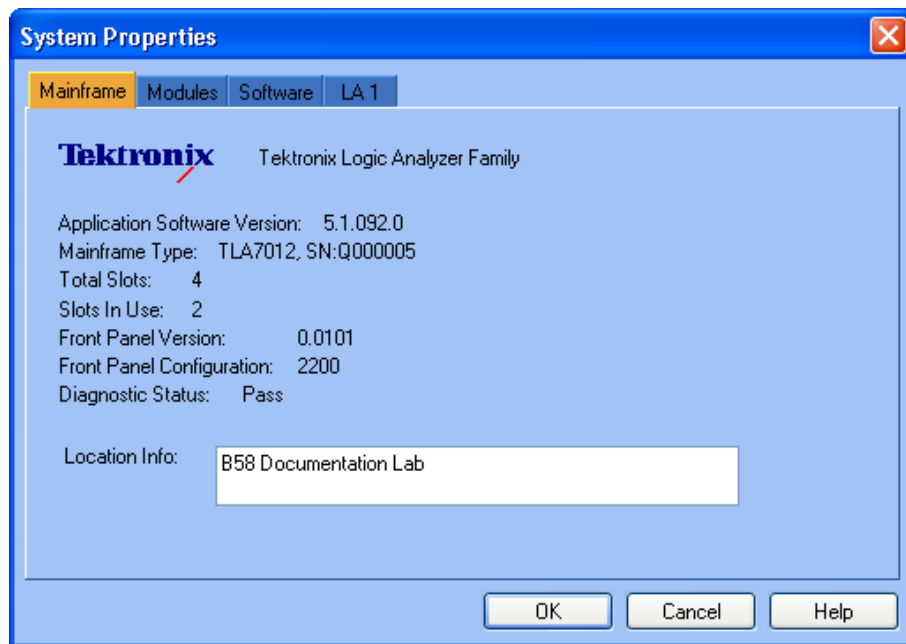

図 36: TLA System Properties ダイアログ・ボックス
2. System メニューから、System Properties を選択します。System Properties ダイアログ・ボックスが表示されます。(図 36 参照)。